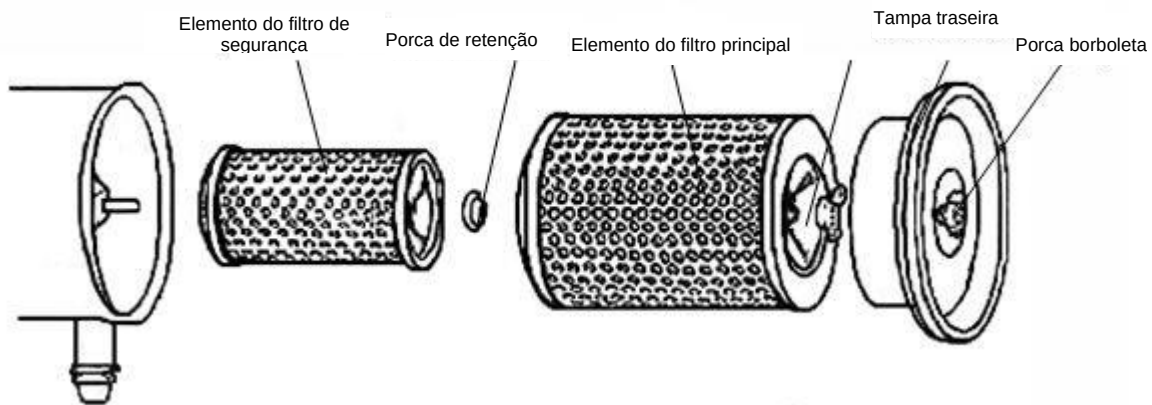

Figura 05 – 04
- b) Para o filtro de ar com vedação radial entre o elemento do filtro e a cuba do filtro, mantenha o elemento do filtro conforme Figura 05 – 05: